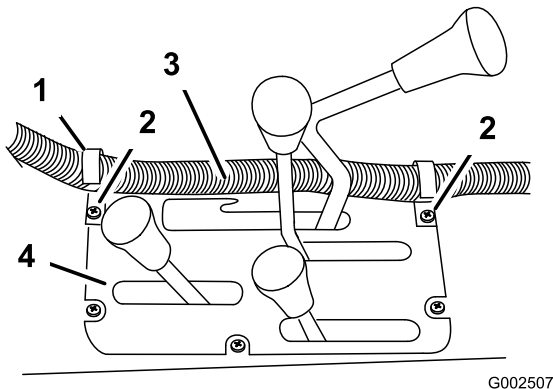
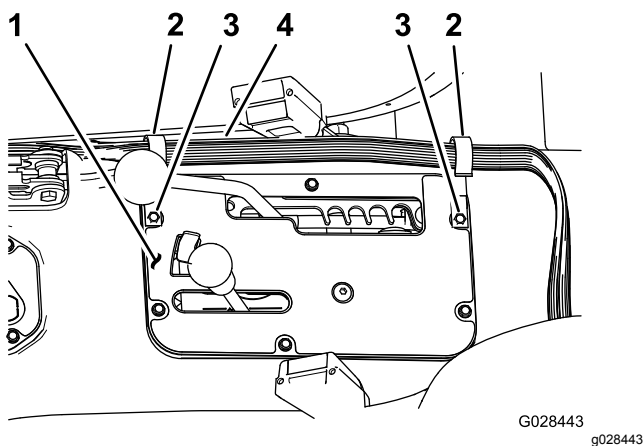

図 19
図 20
1. 既存のねじを使って、センターコンソールの 図 19 または 図 20 に示す位置に、Jクリップ (2 個) を取り付ける。